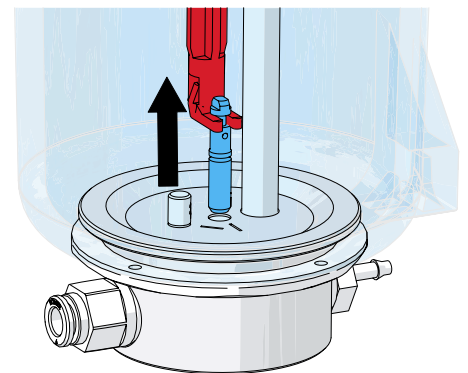

Fig. 11
- ⇒ Tomar la boquilla dosificadora con la herramienta y tirar de ella hacia arriba (Fig. 11).